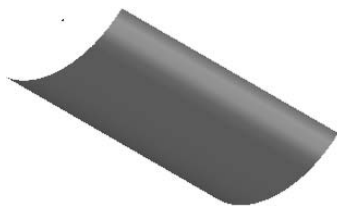

图 2-184 打开范例文件
2) 选择下拉菜单中的“文件”→“打开项目”命令，弹出“打开项目”对话框，选择“exercise27”（“随书光盘：\第 2 章\exercise27\uncompleted\exercise27”）目录，如图 2-184 所示。